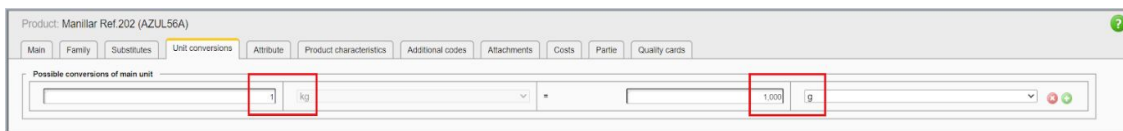

Figura 16. Conversión de unidades.
- **Unit conversions:** Esta pestaña permite convertir la unidad básica del producto a una unidad deseada. Es decir, si la unidad básica es el kg, se puede saber qué cantidad correspondería en la unidad convertida. Se puede aplicar para saber cuántos artículos van en una caja de cartón, cuántos gramos de una materia prima requiere una pieza para ser fabricada, etc. En la Figura 16 se muestra la equivalencia entre la unidad *kg* y *g*.